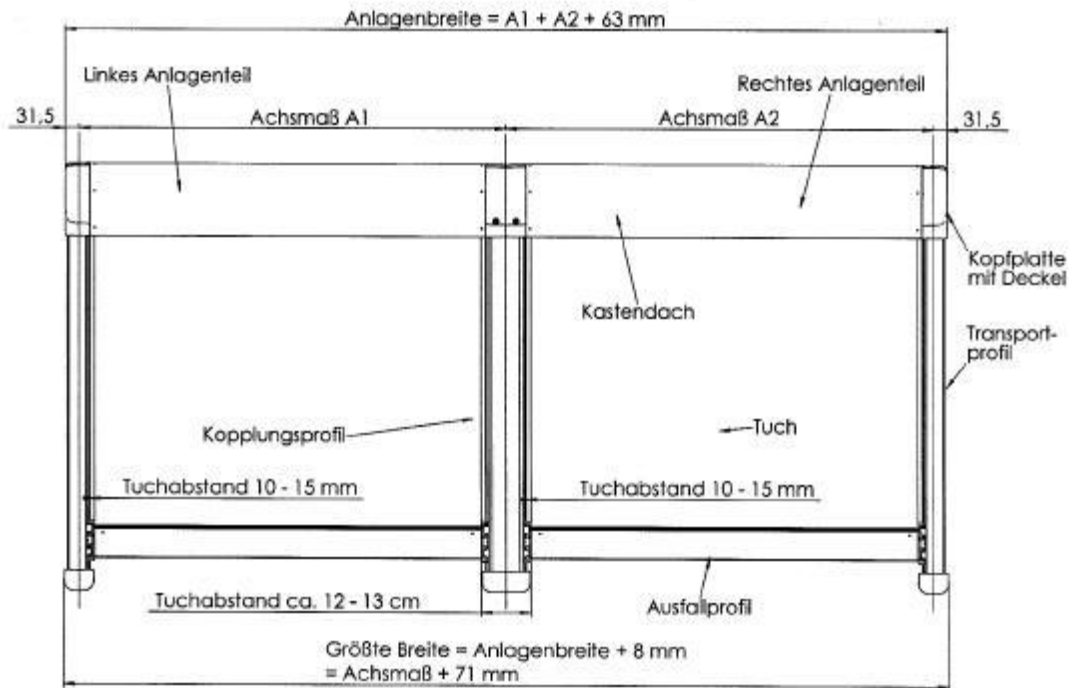

Bild 3.1
- Transportprofil mit den Stützfüßen auf die Unterkonstruktion stellen und Bohrpositionen kennzeichnen (als Maß in der Breite gilt das angegebene Achsmaß; Platzbedarf für den Kasten sowie den Kasten- und Endkapenüberstand beachten Bild 3.1 und 3.2 (dies gilt sowohl für die seitliche, als auch für die Ausrichtung in Laufrichtung)